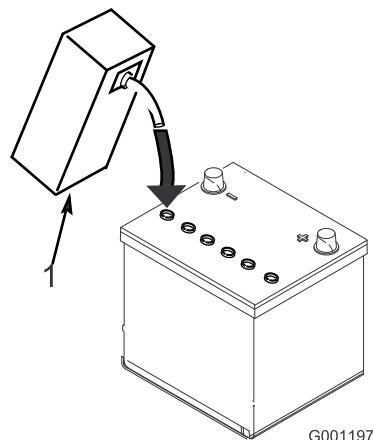

図 7
- 各セルに慎重に電解液を満たす。電極板が6 mm程度水没するぐらいが適当（図 7）。
- 電極板が液を吸収するまで20~30分間程度待つ。必要に応じて、電極板が 6 mm程度水没するぐらいに電解液を補充する(図 7)。